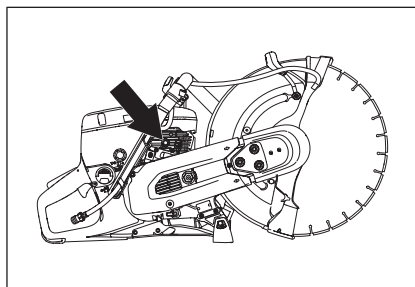

Рис. 10
3. Нажмите на декомпрессионный клапан, чтобы уменьшить давление в цилиндре, это поможет запустить двигатель (рис. 10). Декомпрессионный клапан всегда следует использовать при запуске. Клапан автоматически вернется в начальное положение.